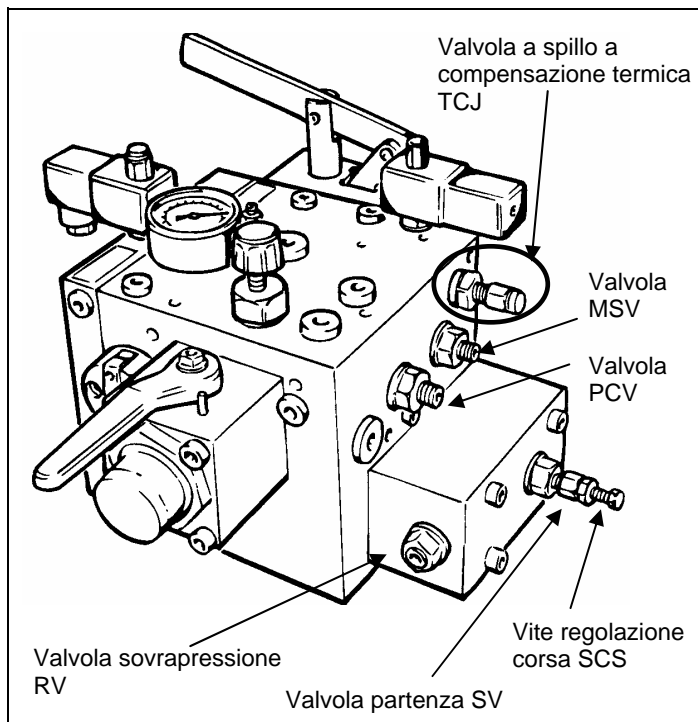
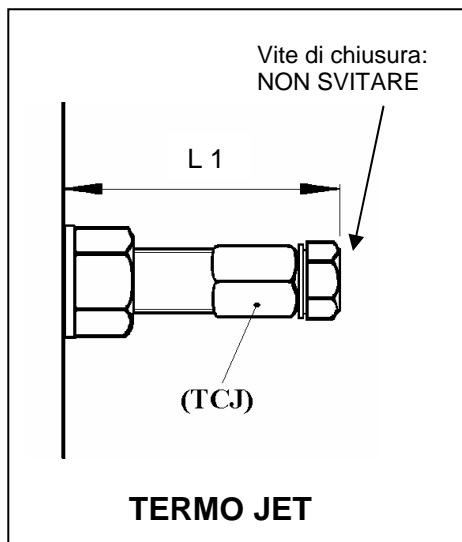
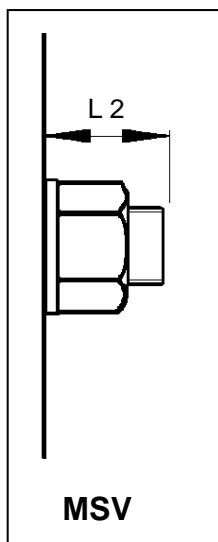
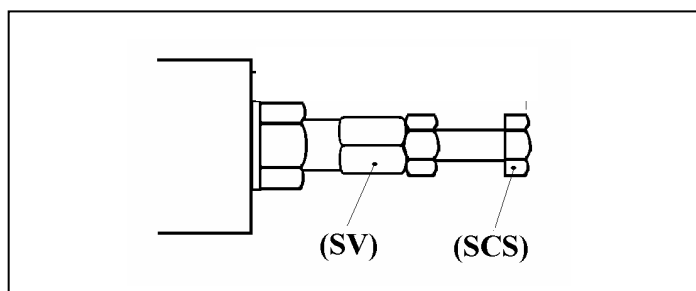

Fig. 1
Fig. 3
Fig. 4
Fig. 5
Starare la valvola di sovrappressione (RV) svitarla di 9 giri (chiave a forchetta da 19mm + esagonale 6mm) (Fig1).
Allentare il controdado della vite di by-pas(SCS) e svitare la stessa di 10 giri (chiave forchetta 10mm+ esagonale 5mm) (Fig1, Fig5).
Allentare il controdado della vite di accelerazione (SV) e svitare la stessa lasciando sporgere 3 filetti dal dado di chiusura. Serrare nuovamente il controdado (chiave forchetta da 19mm e da 13mm). (Fig1, Fig5).
Controllare e nel caso regolare la vite della valvola velocità principale (MSV), la quota L2 è variabile e rilevabile dalla tabella a pag. 2/2 (chiave forchetta da 19mm + esagonale da 6mm). (Fig1, Fig4, Tab1).
Allentare il controdado del compensatore termico (TCJ). Avvitare la TCJ **con le mani** fino alla battuta meccanica, senza **insistere** per non rompere lo spillo interno. Svitare la TCJ di 3 giri completi e tenendo ferma la TCJ dall'esagono da 13mm con la chiave a forchetta adeguata, serrare delicatamente il controdado di chiusura con la chiave a forchetta da 19mm. La quota di riferimento L1 è circa 40mm. (Fig1, Fig3).
Avvitare la vite di by-pass(SCS) finché il manometro indichi un valore circa uguale alla pressione statica minima dell'impianto. Serrare il controdado (chiave forchetta 10mm). (Fig1, Fig5).
Avvitare la vite di sovrappressione (RV) finché il manometro indichi un valore di pressione pari al 140% della statica massima. Serrare il controdado (chiave forchetta 19mm). (Fig1).